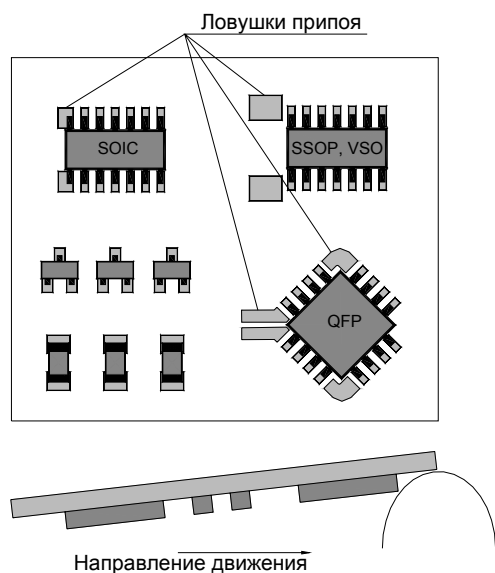

Рис. 2.1
5. SMT компоненты, паяемые волной, должны располагаться на плате так как показано на рис. 2.1